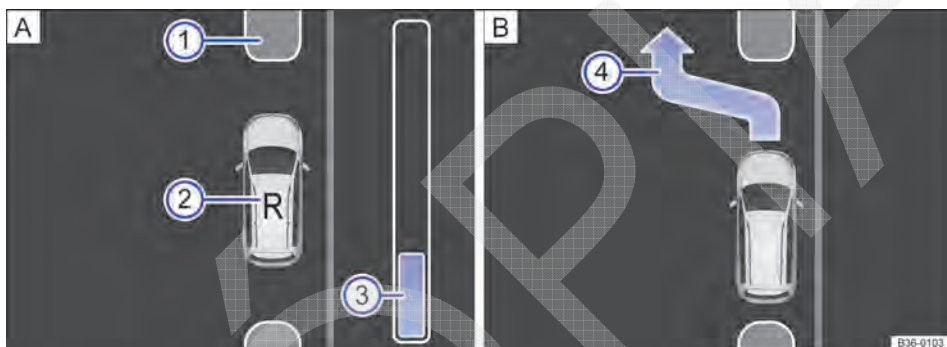

Fig. 191 No display do instrumento combinado: sair da vaga de estacionamento ao longo da pista. A: manobrar, B: abandonar vagas de estacionamento.
Legenda para Fig. 191:
6.	Conduzir em marcha à ré até o sinal de alerta contínuo do Park Pilot, OU: até que apareça a solicitação para conduzir para frente no display do instrumento combinado. A barra de evolução ⇒ Fig. 191 A serve como exibição da distancia a ser percorrida ⇒ Página 264.